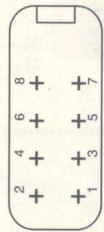

图1-5 节气门控制部件插头
4) 再拔下节气门控制部件8针插头(图1-5)。先用万用表电阻档测量端子7与地, 为导通。再用万用表电压档测量, 当节气门完全关闭时, 端子3和7间的电压为5V, 而端子4和7间的电压始终为0V, 而它本应为5V。